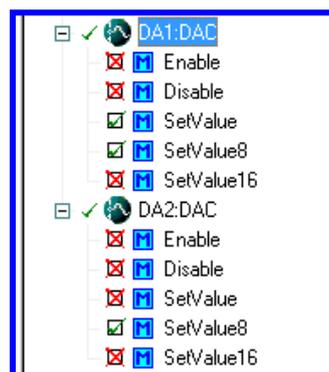

Figura 4.110 Bean de DACs (Selección de señales).
6.-Para poder generar dos funciones seno tendremos que dar de alta dos convertidores Digitales- Analógicos. Figura 4.110.